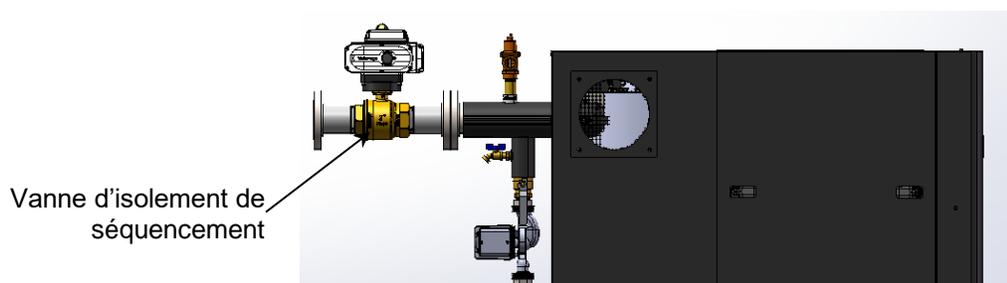

Figure 2-18 : Installation de la vanne de séquençement
3. S'assurer que la vanne est positionnée avec la position de l'enceinte de l'actionneur comme indiqué sur la figure 2.18.